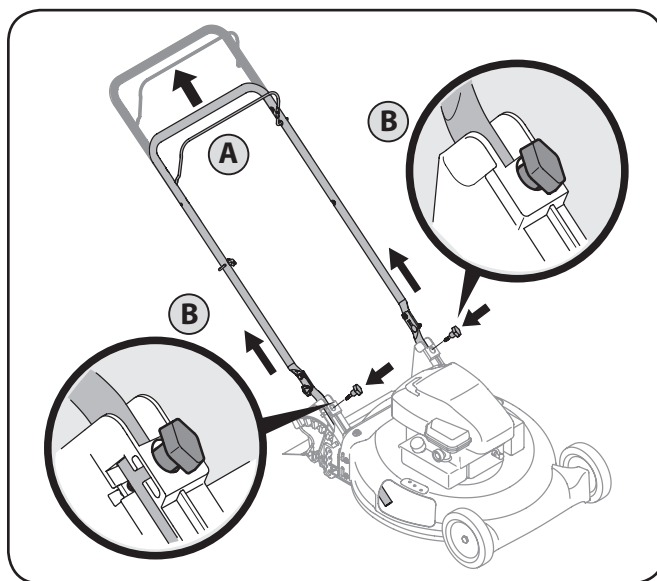

Figure 3-4
- a. Tire hacia arriba en el asa hasta agujeros en la manija (que se muestra en la figura. 3-3 corte de la cubierta) se alinean con los agujeros en el mango soporte. Vea Figure 3-4.
- b. Inserte el T-pernos quitó anteriormente a través del mango corchetes y asa inferior y apriete bien para asegurar el mango en su lugar. Vea Figure 3-4.